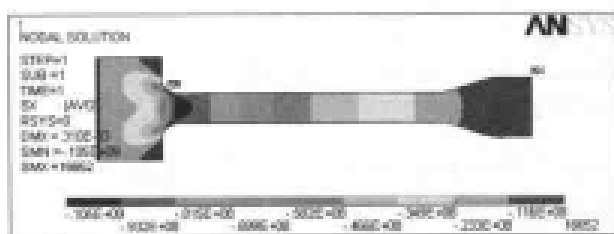

图 13-45 径向应力场分布等值线图
(4) 选择 Main Menu | General Postproc | Plot Result | Contour Plot | Nodal Solu 命令, 出现 Contour Nodal Solution Data 对话框, 选择 Nodal Solution | Stress | X-Component of stress 选项, 单击 OK 按钮, ANSYS 窗口显示径向应力场分布等值线图, 如图 13-45 所示。